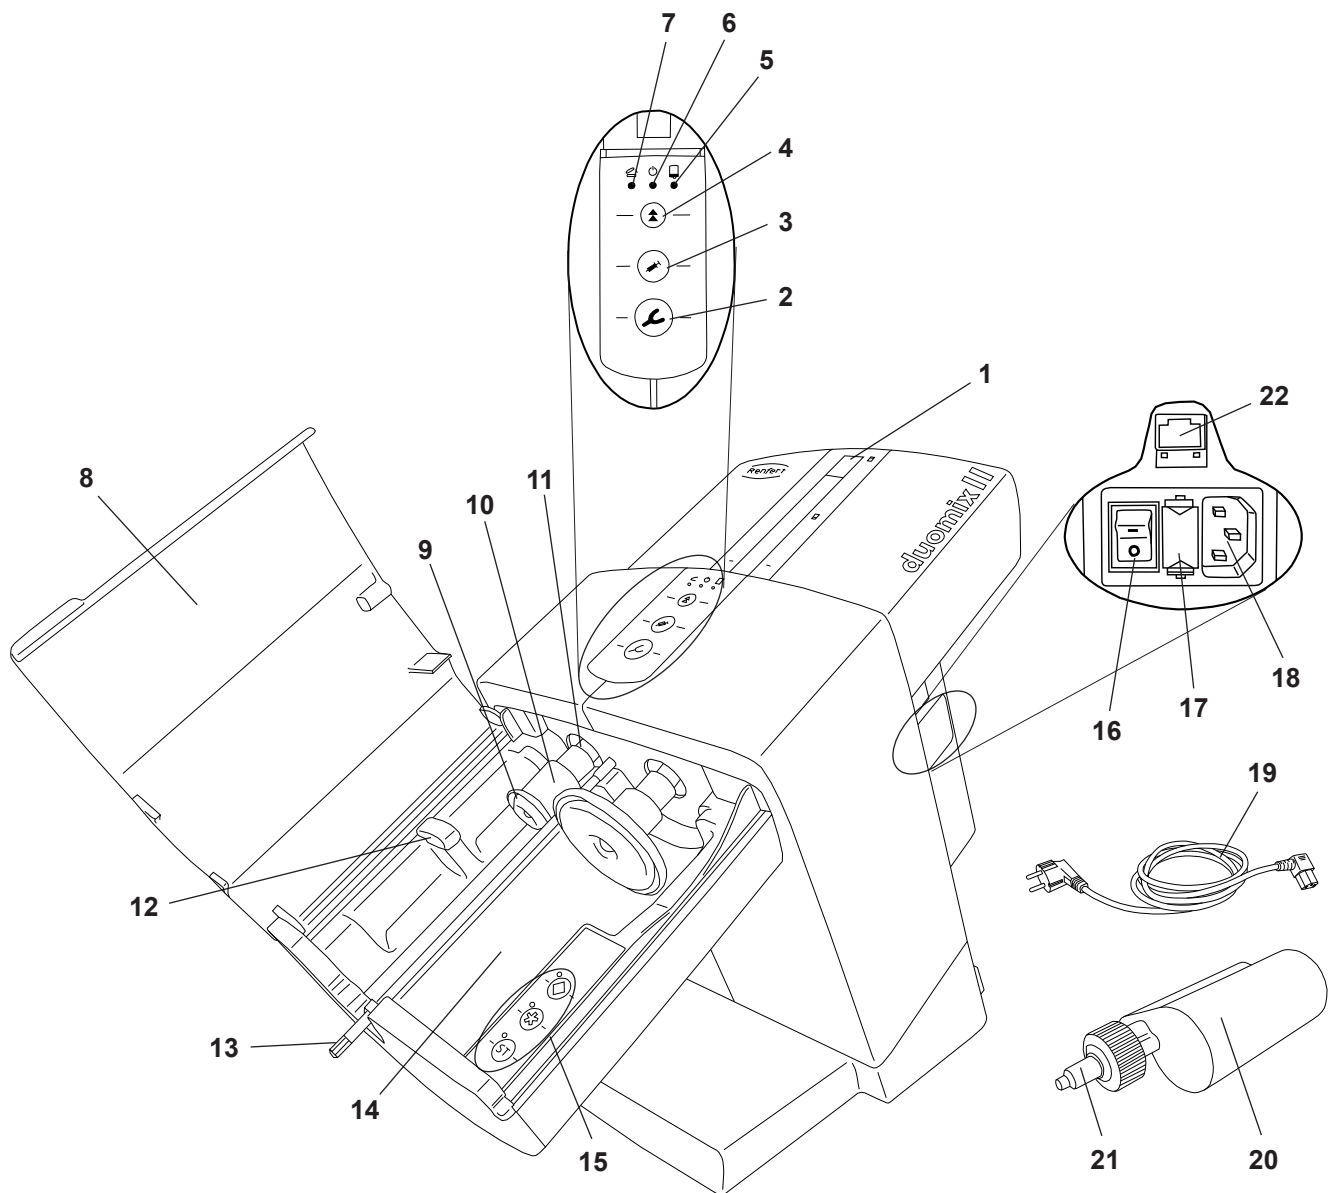

図 1
⇒ 同梱の電源ケーブル(19、図1)を電源プラグ(18)に差し込みます。
⇒ 本体カバー(8、図1)を閉じて下さい。
- ◆ プッシュプレート(9、図1)は、出口位置に戻るまで走行し、そこで停止します。
カートリッジの交換のような挿入は、二つのプッシュプレート(9、図1)が出口位置にある場合にのみ実行することが可能です。
⇒ 本体カバー(8、図1)を閉じます。
⇒ 本体カバー(8、図1)を開きます。
機器類フラップは、カートリッジが正しく設置された場合にのみ閉まります。機器類フラップがきちんと閉まっていない間、赤LED「機器類フラップが開いている」(7、図1)が点灯します。
- ◆ 混合六角ネジ(13、図1)は回転し始め、自動で混合ノズル(21、図1)を通り、再度停止します。